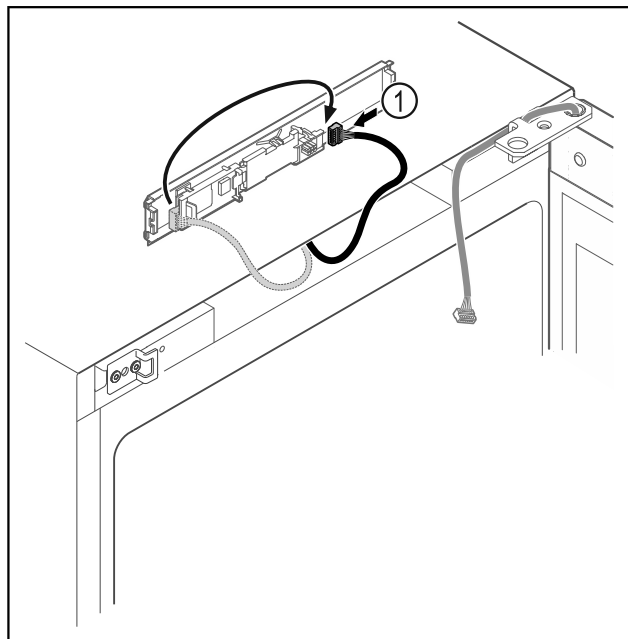

Fig. 11
- ▶ Flyt stikket Fig. 11 (1) på printkortet.